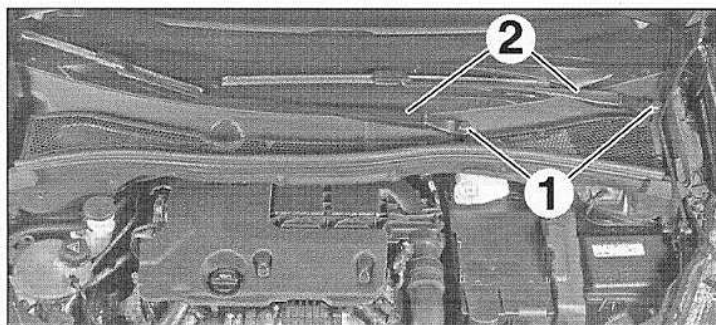

FIG.56
- les caches écrous (1) (Fig.56),
- les bras d'essuie-vitre (2).